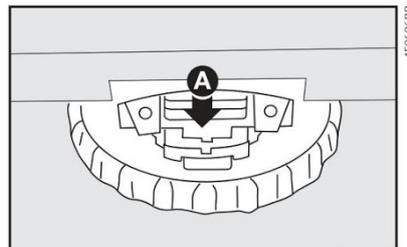

fig. 92
- desprender a trava de cor vermelha A-fig. 92, exercendo uma ligeira pressão na mesma, conforme indicado (esta operação deverá ser executada utilizando a extremidade da chave de fenda existente na bolsa de ferramentas, localizada debaixo do banco do motorista);
Para recolocar o vidro do teto solar, inverter a ordem dos procedimentos de retirada encaixando o vidro novamente em suas sedes dianteiras e na trava fig. 92. Pressionar ligeiramente a parte traseira do vidro até ouvir o barulho metálico de travamento; logo após, girar 2 vezes a manivela fig. 91 (em sentido contrário ao de abertura do vidro).